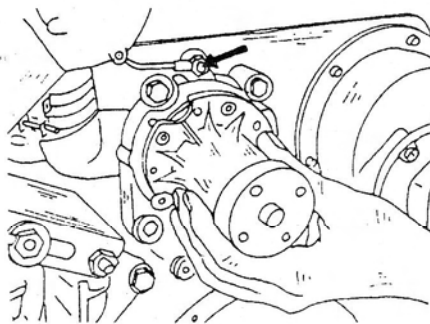

Рис. 315. Снятие водяного насоса.
- Отвернуть от блока цилиндров и снять водяной насос (рисунок 315).